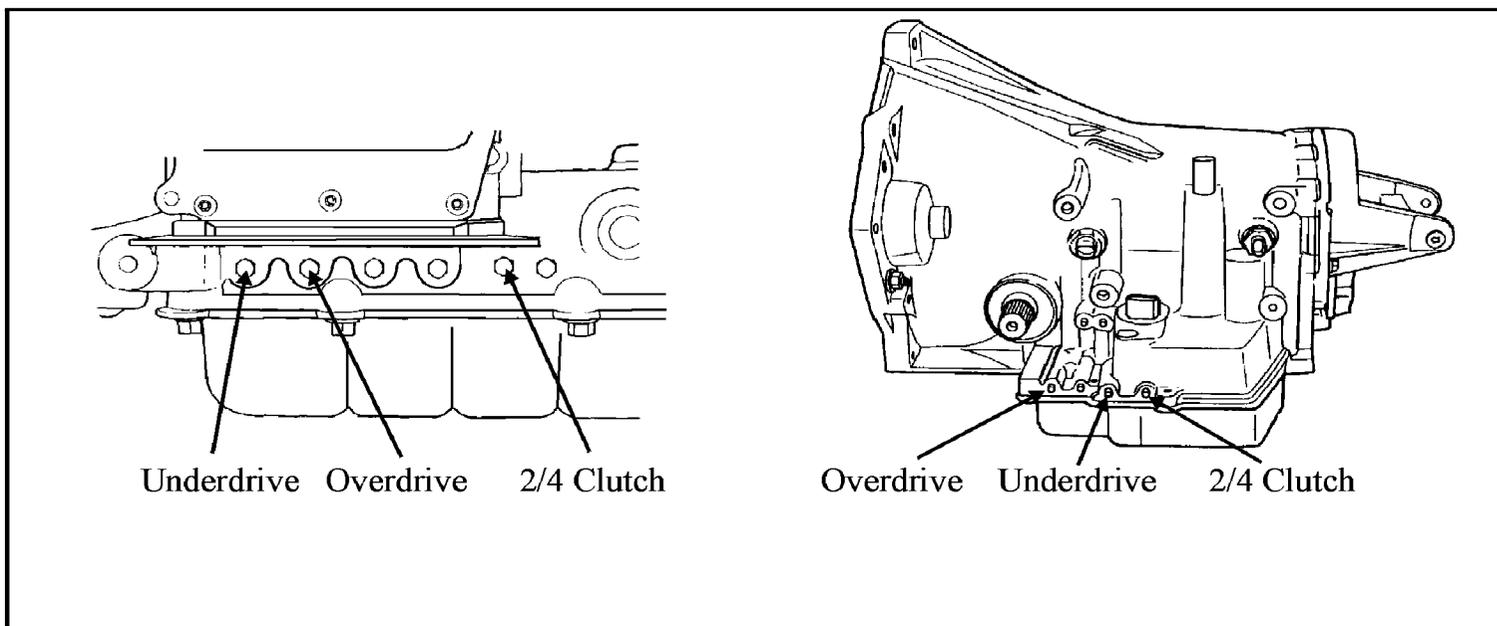

Figura 56
- Usando las especificaciones de las presiones dadas en la pagina 65, revise las presiones en los circuitos de UD, OD y 2/4 (Vea la figura 56). En el circuito de 2/4 debe haber 0 psi durante el primer y el tercer cambio y de 120 a 145 psi durante el segundo cambio. Debido a que la transmisión aborta el 4to cambio, no se veria una presión de 75 a 95 psi cuando intenta cambiar de 3 a 4 y eso se debe considerar normal bajo éstas circunstancias. Si la presión en el circuito de 2/4 es substancialmente baja en 2da o hay presión aquí en 1ra o en 3ra, éste circuito hidráulico debe ser investigado.